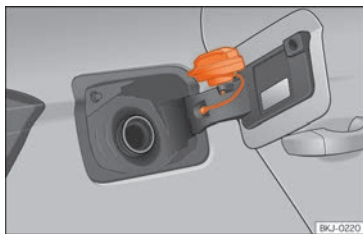

Abb. 58 Tankklappe mit aufgestecktem Tankverschluss.
- Platzieren Sie den Verschluss in der Aussparung, die sich im Scharnier der geöffneten Tankklappe befindet »» **Abb. 58**.